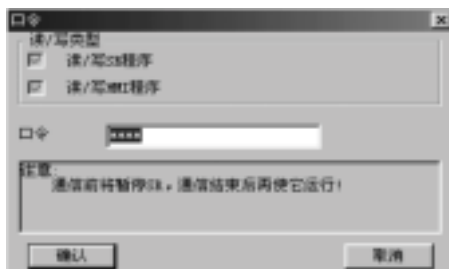

图 4.23 确认密码
c. 鼠标左键单击“控制器”菜单下的“写入 SR”选项; 或点击工具栏中的“”按钮, 弹出如图 4.23 所示的对话框, 输入您设置的密码(注: 出厂的初始密码为 0001)。
a. 鼠标左键单击“控制器”菜单下的“从SR中读出”选项; 或点击工具栏中的“”按钮, 弹出如图 4.23 所示的对话框, 输入您设置的密码(注: 出厂的初始密码为 0001)。